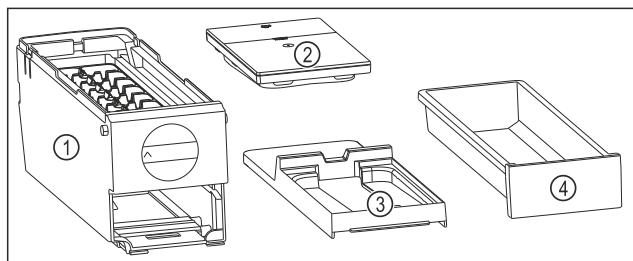

Fig. 214 EasyTwist-Ice 的组成部分
▶ EasyTwist-Ice 已被拆解为四部分。(参见 Fig. 214)
- ▶ 仅将 EasyTwist-Ice 拆解成所示的组成部分。(参见 Fig. 214)
- ▶ 将 EasyTwist-Ice 机身 Fig. 214 (1) 作为整体进行清洁。